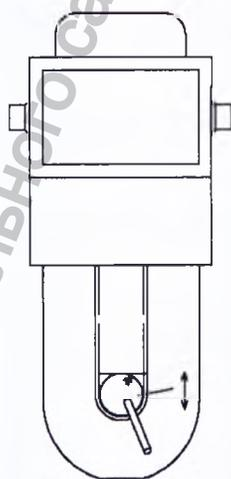

Рис.9
Причина: Шарик в системе дополнительной защиты от переливания (рис.1(19)) завис в направляющей и закрыл клапан (рис.9).
Способ выявления неполадки: Аспирационный насос работает. Если открыть емкость для жидкости (Рис.1 (2)), звук аспирации не раздается. Шарик в системе дополнительной защиты от переливания завис в направляющей. (Рис.9)